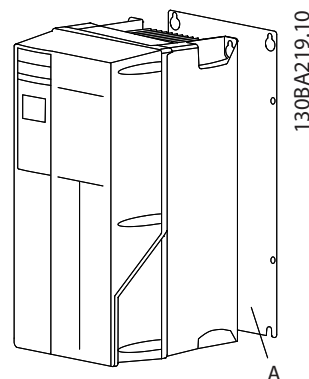
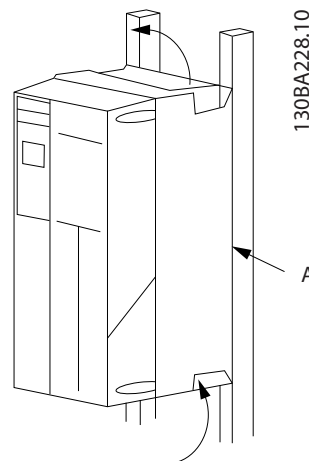

Abbildung 2.2 Richtige Montage mit Rückwand
Abbildung 2.3 Richtige Montage mit Schienen
- Befestigen Sie das Gerät auf einer flachen, massiven Oberfläche oder an der optionalen Rückwand (siehe *Abbildung 2.2* und *Abbildung 2.3*), um für ausreichende Kühlluftzirkulation zu sorgen.